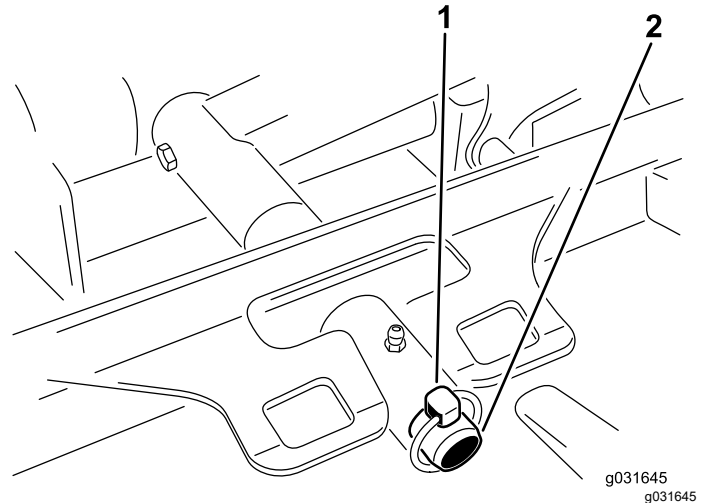

Bild 70
3. Entfernen Sie den Klappstecker oder die Befestigungsmutter, mit der der Mähwerkträger am Hubarm-Lagerbolzen befestigt ist (Bild 70).
3. Schieben Sie den Mähwerkträger auf den Lagerbolzen des Hubarms und befestigen Sie ihn mit dem Klappstecker oder der Befestigungsmutter (Bild 70).